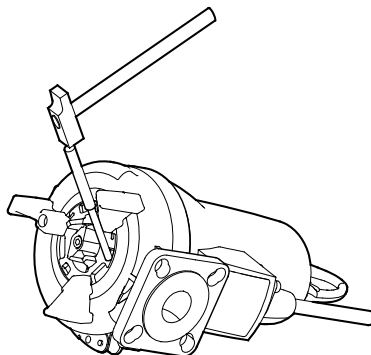

Рис. 11 Демонтаж кольца режущего механизма
2. Освободить кольцо режущего механизма (поз. 44), постукая по нему и повернув по часовой стрелке на 15-20°. См. рис. 11.